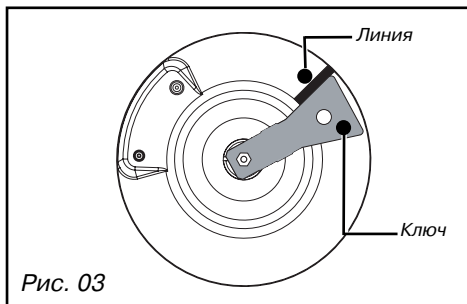

Рис. 03
В данной установке используется мягкий шланг с зажимными хомутами (в соответствии с нормой XP D 36- 110), срок службы которого составляет 5 лет. В этом случае необходимо использовать наконечник и не забыть поставить уплотнитель между наконечником и коленом варочной поверхности (рис. 03).
- Поверните ключ по часовой стрелке так, чтобы начерченная Вами линия оказалась с другой стороны ключа (рис. 03)